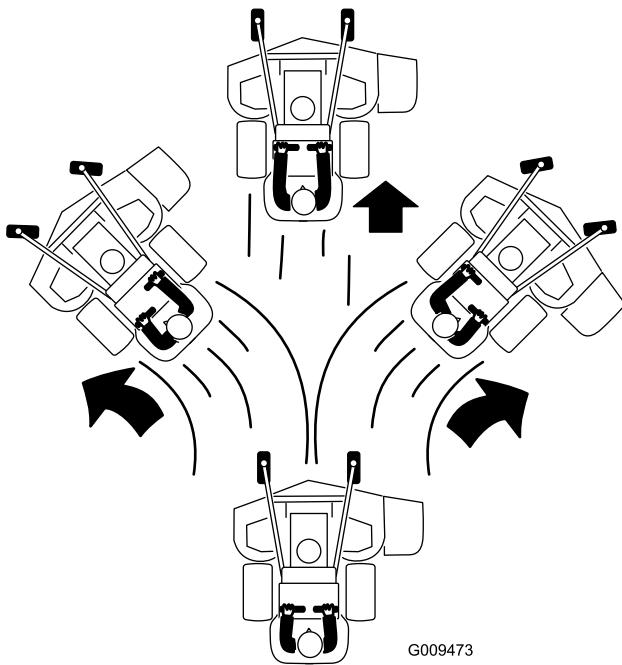

Figure 21
- 3. Poussez lentement les leviers de commande de déplacement lentement en avant (Figure 21).